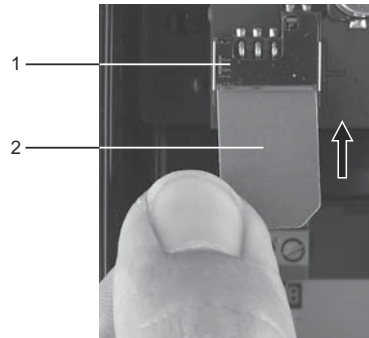

Fig. 4 Inserción de la tarjeta SIM
3. Inserte la tarjeta SIM en el módulo CIM 260 o CIM 280. Consulte la fig. 4.
El borde biselado de la tarjeta SIM debe quedar hacia abajo. Consulte la fig. 4.